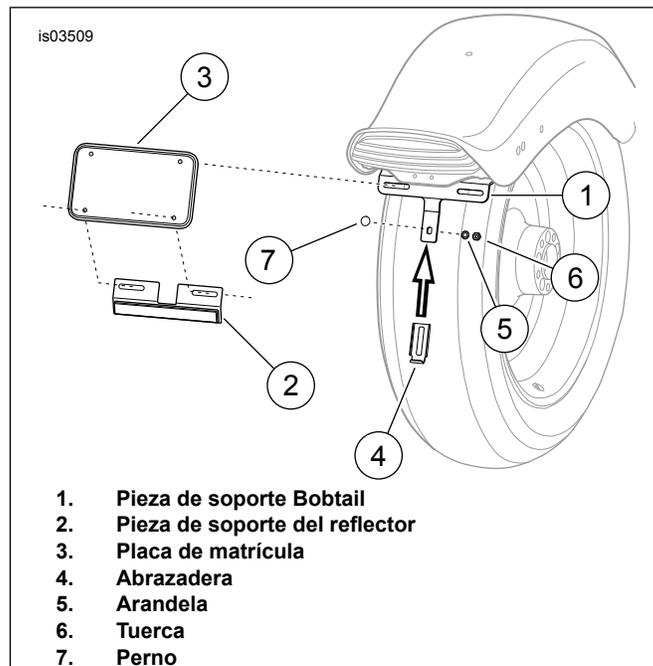

Figura 7. Conjunto de la placa de matrícula
4. Vea la Figura 7. Sujete la pieza de soporte del reflector (2) (armada en el paso anterior) a la parte inferior de la placa de matrícula (3) usando los elementos de sujeción del kit de montaje de placa de matrícula 94109-95 o uno similar. Apriete los tornillos a 3,4-5,6 N·m (30-50 **lb-pulg.**).
5. Vea la Figura 7. Sin apretar, sujete la abrazadera que se quitó anteriormente (4) a la pieza de soporte Bobtail (1) usando el perno extraído anteriormente (7), la arandela (5) y la tuerca (6).
6. Vea la Figura 7. Sujete la placa de matrícula (3) a la pieza de soporte Bobtail (1) usando los elementos de sujeción del kit de montaje de placa de matrícula 94109-95 o uno similar. Apriete los tornillos a 3,4-5,6 N·m (30-50 **lb-pulg.**).
7. Vea la Figura 7. Asegure la abrazadera (4) a la placa de matrícula (3), apretando la tuerca a 6,8-10,2 N·m (60-90 **lb-pulg.**).